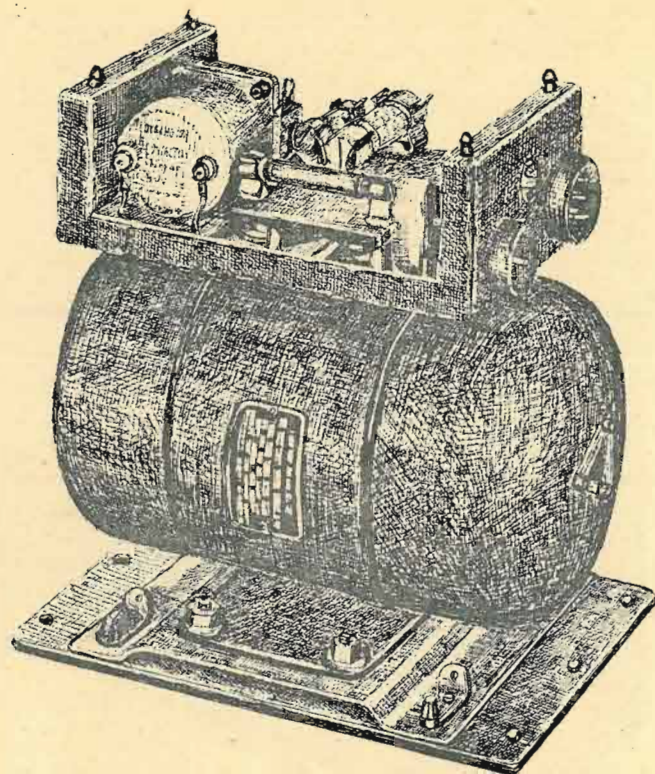

Fig. 8 — Il survoltore BD-77(-).
c. SURVOLTORE BD-77-( ) (fig. 8). Il Survoltore BD-77-( ) viene alimentato da una batteria d'accumulatori a 12 Volt e fornisce l'alta tensione al trasmettitore. Esso viene fissato alla base di montaggio FT-107-( ) mediante 4 ritegni scorrevoli. Sulla sua parte superiore è montata una scatola contenente una valvola fusibile, il relè d'avviamento, un sistema di filtro dei disturbi ed i ricettacoli di terminazione dai quali le tensioni d'uscita ed i circuiti di controllo vengono condotti agli appropriati punti del circuito.